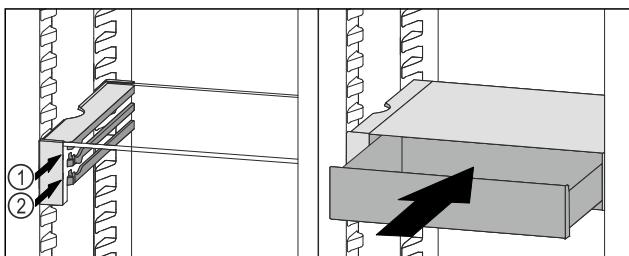

Fig. 113
- Placer le tiroir VarioSafe derrière les butées sur la nervure désirée *Fig. 113 (1)* ou *Fig. 113 (2)*.